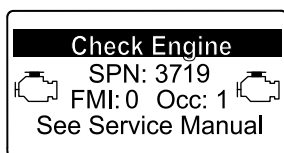

図 42
- リカバリ再生が必要になると、インフォセンターにエンジン警告 SPN 3719, FMI 16 (図 42) が表示され、エンジン出力が 85% にダウンします。